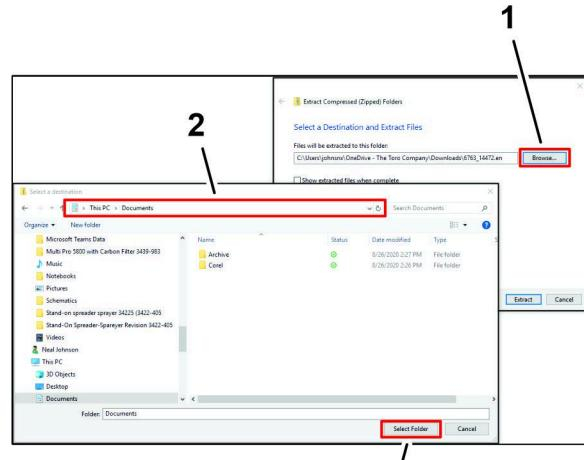

図 35
2. 圧縮ファイルの抽出ダイアログ ボックスで、ブラウザボタン(図 35)をクリックする。
3. 保存先の選択ダイアログ ボックスで、ドキュメントフォルダーに移動し、フォルダーの選択ボタン(図 35)をクリックする。